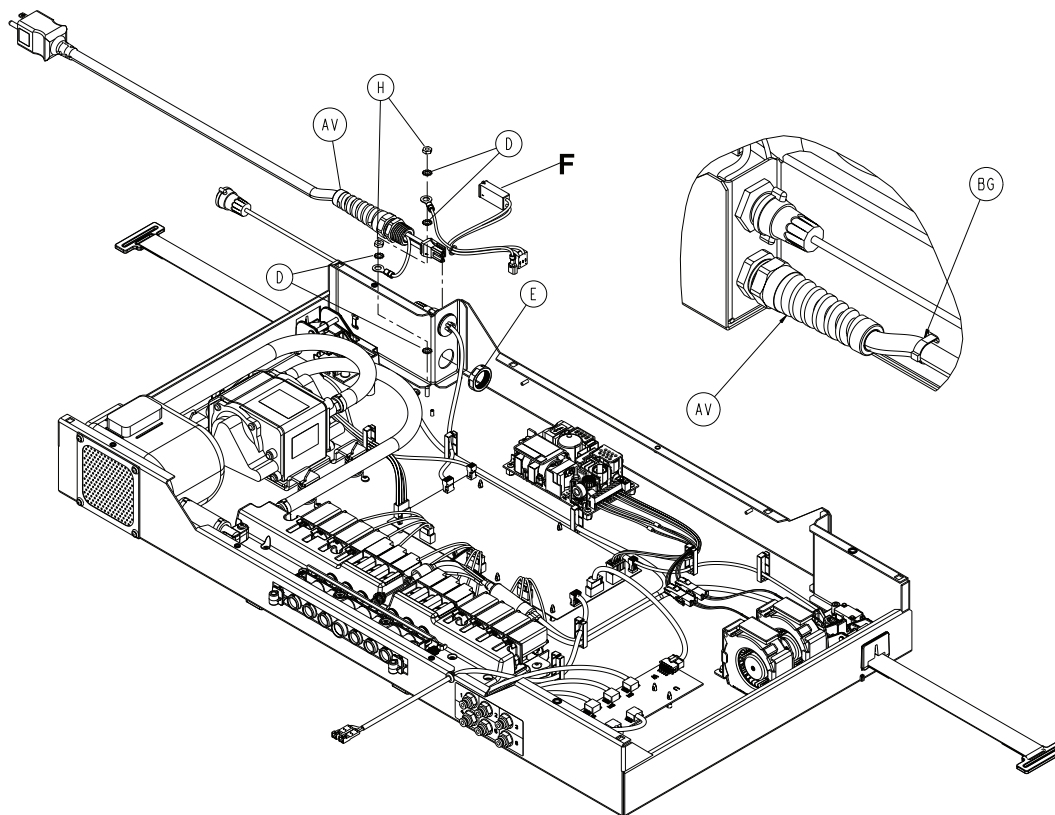

Figure 2-22 : Cordon d'alimentation électrique
2. A l'aide d'une pince coupante diagonale, couper le serre-câbles (BG) (Figure 2-22 à la page 2-45) et l'éliminer.
3. A l'aide d'un tournevis à douille de 5/16 po., retirer les deux écrous (H) et les quatre rondelles éventail (D) qui retiennent le raccord de mise à la terre du cordon d'alimentation électrique (Figure 2-22 à la page 2-45). Conserver les écrous et les rondelles éventail.
4. A l'aide d'une clé mixte de 1 po., retirer l'écrou (E) fixant le serre-câbles du cordon d'alimentation électrique à la boîte côté pieds.
5. Passer la ligne de mise à la terre à travers l'écrou de fixation en plastique (E) (Figure 2-22 à la page 2-45).
6. Débrancher le raccord rapide du cordon d'alimentation électrique (F) du bloc d'alimentation électrique (Figure 2-22 à la page 2-45).
7. Passer le raccord à deux broches à travers l'écrou (E) (Figure 2-22 à la page 2-45).
8. Retirer et éliminer le cordon d'alimentation électrique (AV) (Figure 2-22 à la page 2-45).